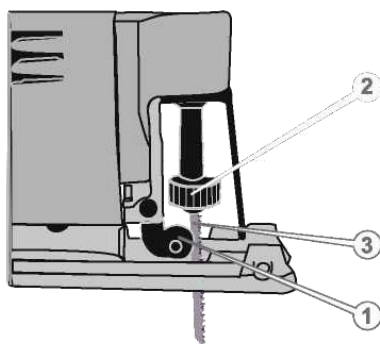

Рисунок 2. Схема встановлення та вилучення пилкового полотна.
- повернути рукою зовнішню обойму (2, рис. 2) швидкозатискного патрона проти ходу годинникової стрілки;
- встановити пилкове полотно (3, рис. 2) в патрон до упору;